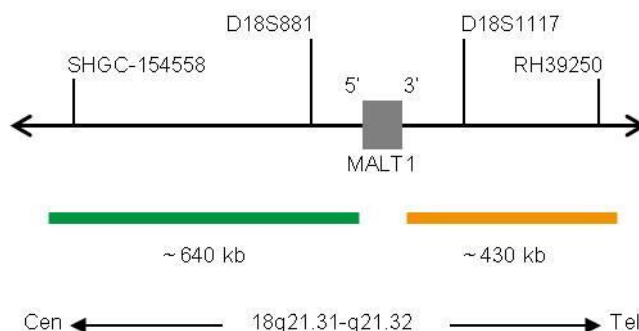

Fig. 1: SPEC MALT1 Mapa de la sonda (no está a escala)
- Polinucleótidos marcados en verde (excitación a 503 nm/emisión a 528 nm) ZyGreen (~10 ng/μl), dirigidos a secuencias localizadas en 18q21.31-q21.32* (chr18:55,690,725-56,330,582) proximales a la región del punto de ruptura de MALT1 (ver Fig. 1).
- Polinucleótidos marcados en naranja (excitación a 547 nm/emisión a 572 nm) ZyOrange (~4,5 ng/μl), dirigidos a secuencias localizadas en 18q21.32* (chr18:56,427,386-56,859,755) distales a la región del punto de ruptura de MALT1 (ver Fig. 1).